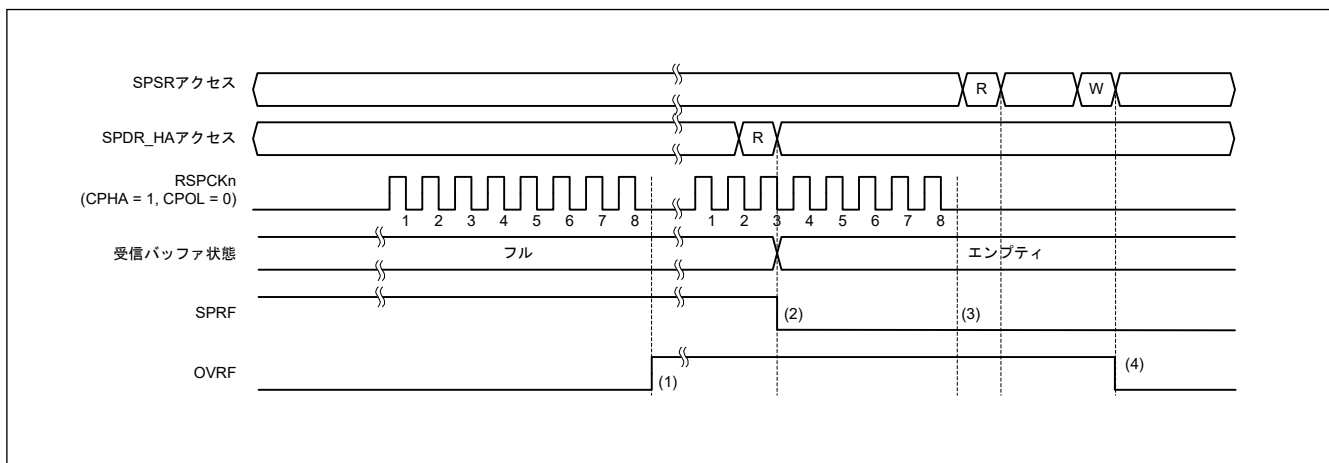

図 32.37 OVRF フラグおよび SPRF フラグの動作例
図 32.37 に OVRF フラグと SPRF フラグの動作例を示します。図 32.37 に記載した SPSR アクセスと SPDR\_HA アクセスは、それぞれ SPSR、SPDR\_HA レジスタへのアクセス状況を示しています。W は書き込みサイクル、R は読み出しサイクルを示しています。この例では、SPCMDm.CPHA ビットが 1、SPCMDm.CPOL ビットが 0 の設定で、SPI が 8 ビットのシリアル転送を実行しています。RSPCKn 波形の下に記載した数字は RSPCK サイクル数 (= 転送ビット数) を示しています。
以下に、図 32.37 の (1)～(4) に示したタイミングでのフラグの動作内容を説明します。